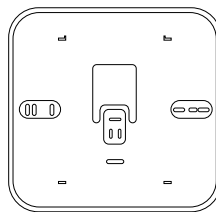

Fig. 10
- Montați, dacă este necesar, placa de suport pe cutia electrică, din interiorul setului (Fig. 10).